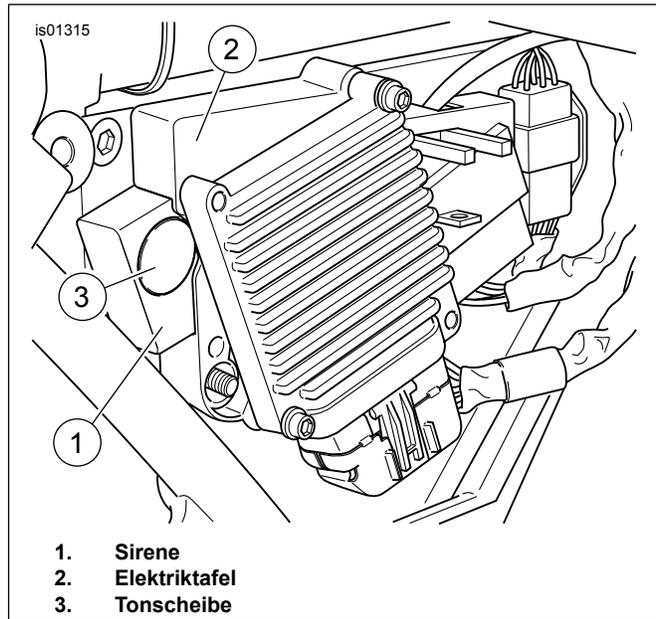

Abbildung 14. Sirene und Elektriktafel eingebaut (FL Touring-Modelle 2002 bis 2007)
- Siehe Abbildung 14. Die Elektriztafel mit der Sirenenrückseite auf den Bolzen an der Seite des Batterieträgers befestigen. Die zwei Flanshmutter auf die Bolzen aufsetzen und auf ein Drehmoment von 4,1–5,4 N·m (36–48 in-lbs) anziehen.